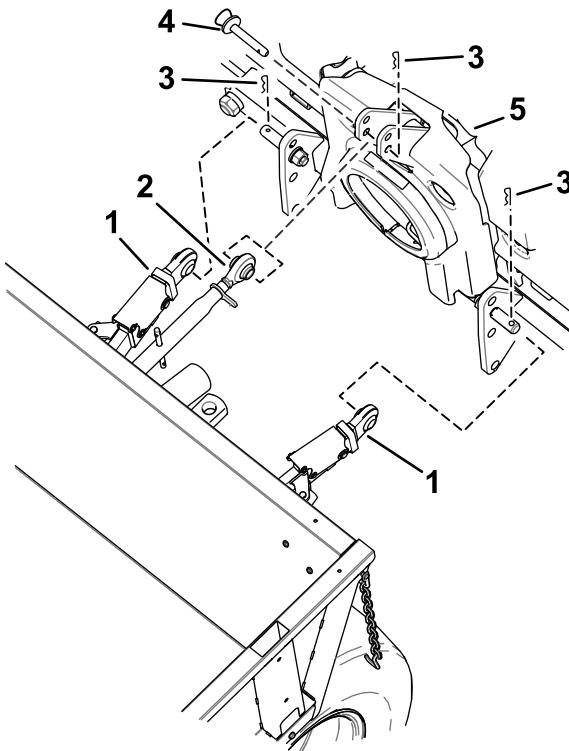

Figura 29
1. Procedete lentamente in retromarcia con la macchina ed allineate gli attacchi di tiraggio ai connettori inferiori dell'attrezzo (Figura 29).
- 2. Fissate l'attacco di tiraggio all'attrezzo (Figura 29).
- 3. Posizionate l'attacco superiore al connettore superiore dell'attrezzo (Figura 29).
- 4. Fissate l'attacco superiore all'attrezzo (Figura 29).
4. Rimuovete l'attacco superiore dall'attrezzo (Figura 29).
5. Rimuovete gli attacchi di tiraggio dall'attrezzo (Figura 29).